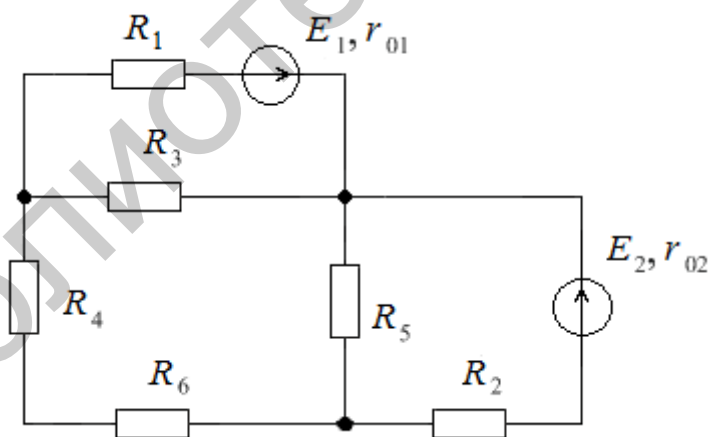

Рис. 78
11. Определить ток I_2 МП для электрической цепи (рис. 78), если $E_1 = 20$ В; $E_2 = 30$ В; $R_1 = 53$ Ом; $R_2 = 43$ Ом; $R_3 = 30$ Ом; $R_4 = 25$ Ом; $R_5 = 50$ Ом; $R_6 = 15$ Ом; $r_{01} = 2$ Ом; $r_{02} = 2$ Ом.